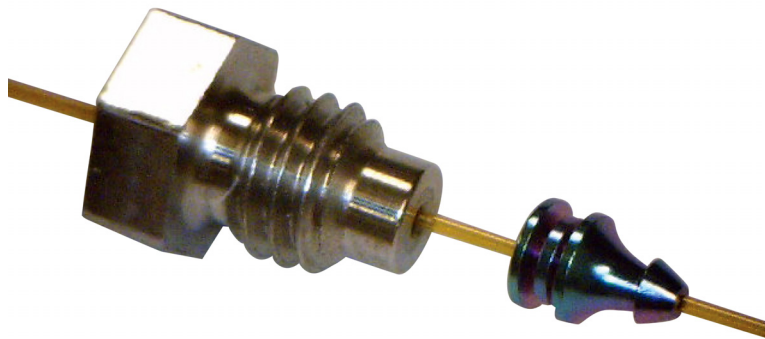

Figura 17. Ferrula conectada a la columna y la tuerca de columna
- 7 Con una llave de extremo abierto de 1/4 pulgadas, gire la tuerca de columna entre 15 y 20 grados más en el sentido de las agujas del reloj para garantizar que la ferrula está conectada correctamente a la columna. Consulte la sección **Figura 17**.